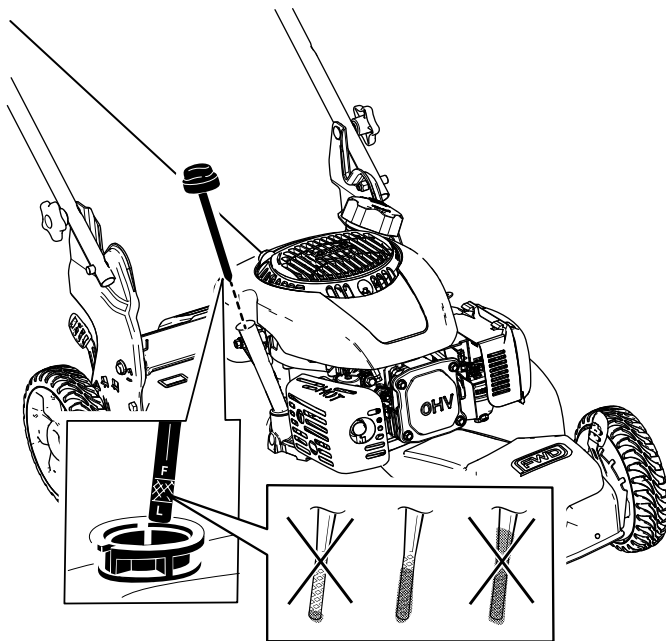

Figura 14
2. Retire la varilla girando el tapón en el sentido contrario a las agujas del reloj y tirando del mismo (Figura 14).
5. Observe el nivel de aceite en la varilla (Figura 14).